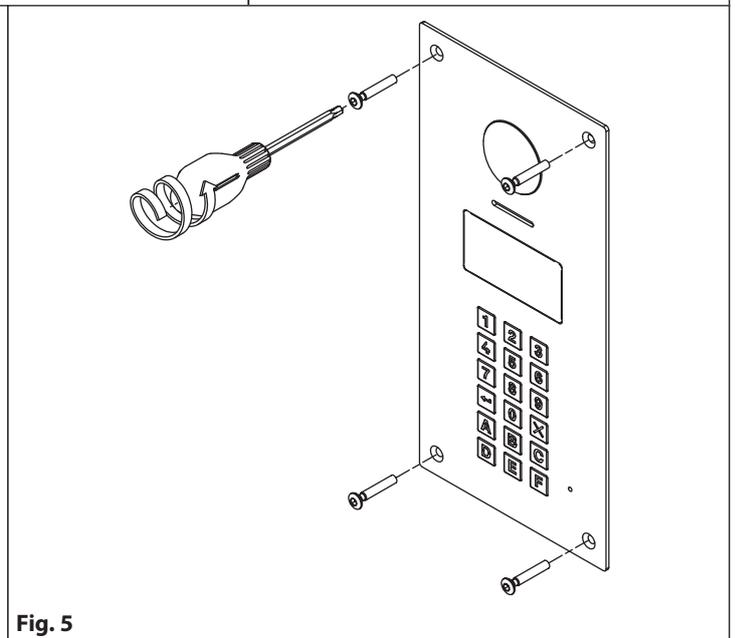

Fig. 5
3. Fissare la placca alla scatola da incasso utilizzando il giravite (punta torx) e le viti torx fornite a corredo (**Fig. 5**).